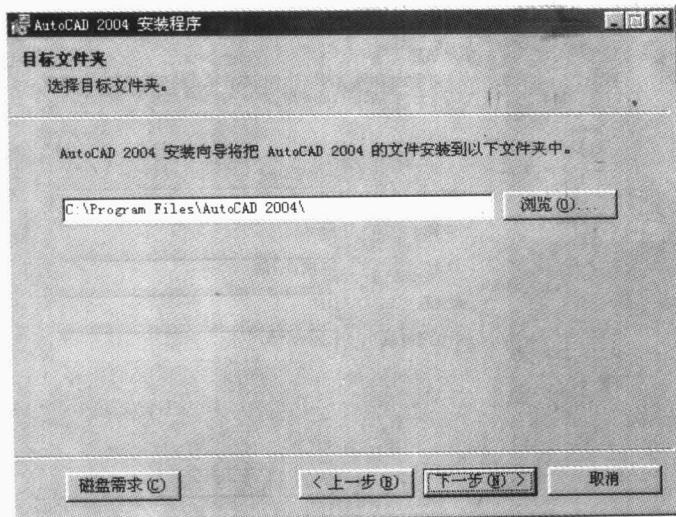

图 1.10 “目标文件夹”窗口
- (8) 确定了安装类型后，单击“下一步”按钮，打开如图 1.10 所示的“目标文件夹”窗口，要求指定 AutoCAD 2004 的安装路径，也就是在硬盘上的位置，默认的安装路径是 C:\Program Files\AutoCAD 2004\。如果要改变安装位置，则单击该窗口右侧的“浏览”按钮，在弹出的窗口中指定 AutoCAD 2004 的其他安装路径。